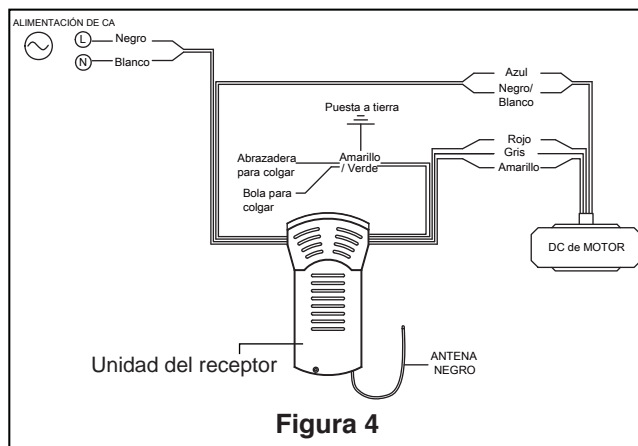

Figura 4
4. Coloque el soporte de la varilla y alinee los orificios de la clavija de horquilla en ambas piezas. Instale la clavija de horquilla y asegúrela con la pinza de horquilla. Instale los set de tornillos con tuercas en el soporte de la varilla. Fije con seguridad el set de tornillos con el destornillador y luego fije bien las tuercas con una llave hexagonal. (Figura 4)
4. Levante cuidadosamente el ventilador y coloque el ensamble de la bola para colgar/varilla en la abrazadera para colgar que acaba de fijar a la caja de salida. Asegúrese de que la ranura de la bola esté alineada con la lengüeta de la abrazadera para colgar. (Figura 4)
3. Realice las conexiones de cables al bloque del terminal como se muestra en la Figura 4.
- 4.** Fije la tapa de plástico en el motor, que se quedará en su sitio gracias a un imán. (Figura 4)
6. Para configurar el código del mando a distancia, Mueva los interruptores de código hasta colocar el código de selección en la posición arriba o abajo. Con un destornillador pequeño o con una lapicera (no se incluye) deslice firmemente hacia arriba o hacia abajo. (Figura 4)